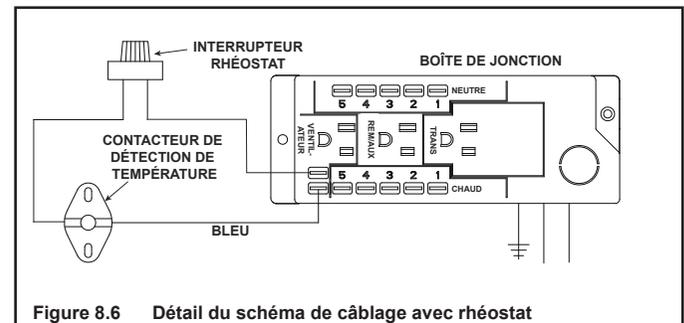

Figure 8.6 Détail du schéma de câblage avec rhéostat
- Connectez les fils du contacteur de détection de température et du rhéostat à la boîte de jonction, comme montré à la figure 8.6.